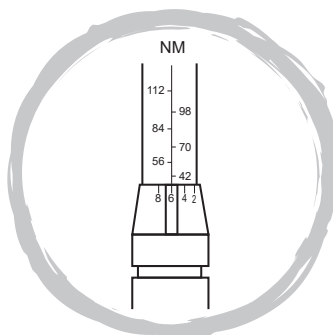

Fig. 2
- Rode a pega recartilhada para a direita até definir o valor de binário necessário (Fig. 2).